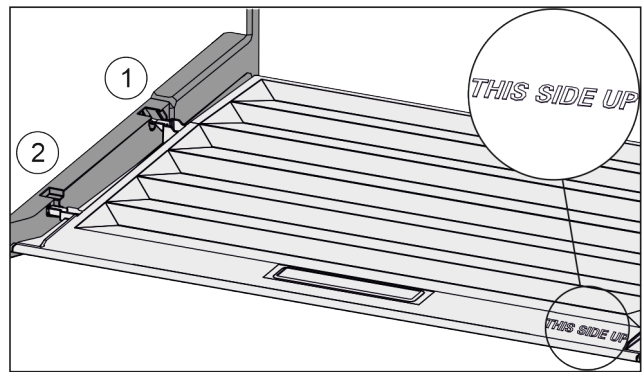

*Fig. 107*
- ▶ Потянуть крышку до отверстия в поддерживающих деталях вперед *Fig. 107 (1)*.
- ▶ Поднять сзади снизу и извлечь *Fig. 107 (2)* движением вверх.